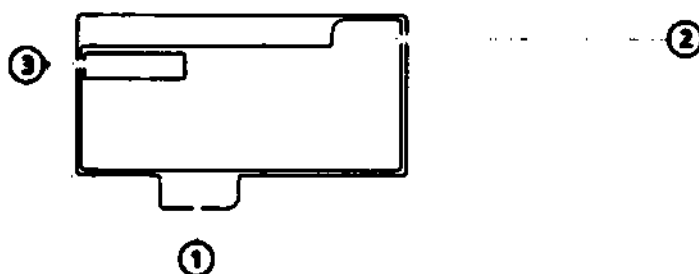

Рисунок 4-6. Окно «Перед. Дан.» 1
2. Выберите «Утилиты» -> «Перед. Дан.» (рис. 4-6), а затем – «Журнал эксп. данных».